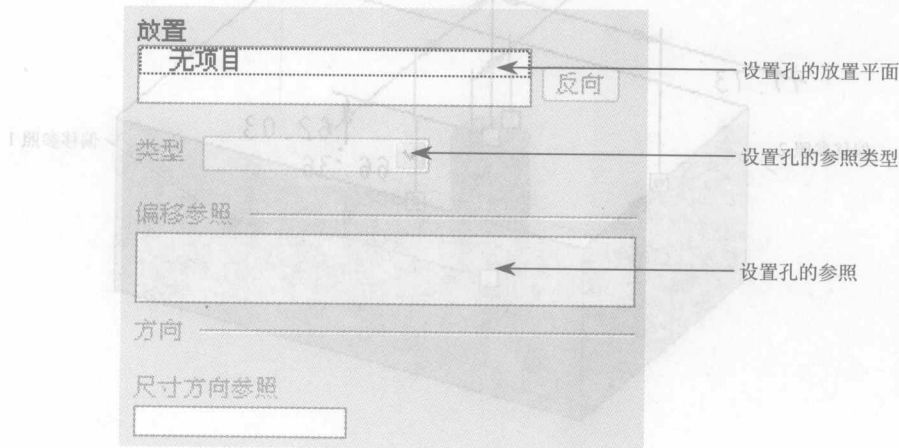

图 1-25 “放置”控制面板
- ——单击该按钮，弹出如图 1-25 所示的“放置”控制面板，其各项操作说明如图中所示。